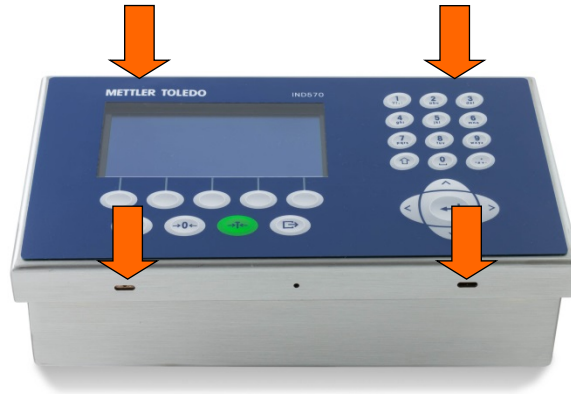

Figura 2-7: Engate dos quatro fechos de mola
2. Com a tampa colocada e alinhada corretamente, pressione firmemente as bordas frontal e posterior nos locais mostrados na Figura 2-7 até ouvir quatro cliques distintos indicando que cada um dos quatro fechos de mola foi engatado.